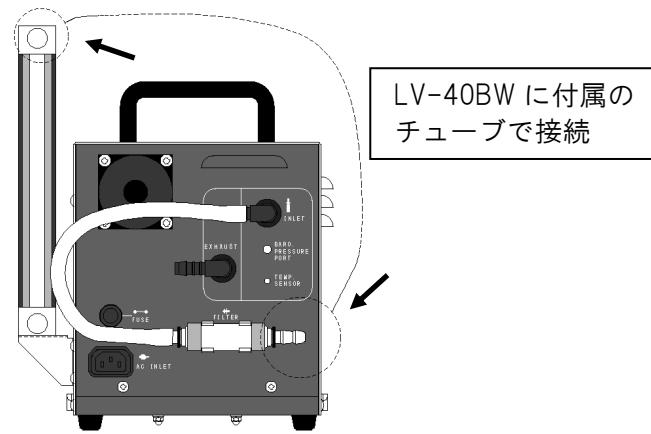

図4
- ④ 流量指示計とLV-40BWをLV-40BWに付属のチューブ (φ10×φ14.5mm) で接続します。(図4)